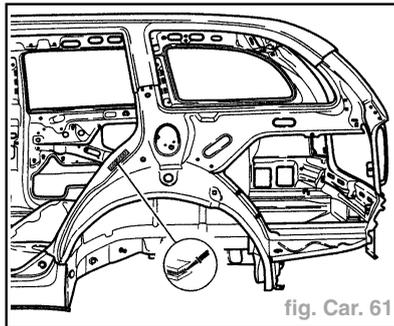

fig. Car. 61
- Appliquer de la colle sur le passage de roue, au niveau de la serrure de portière (fig. Car. 61).